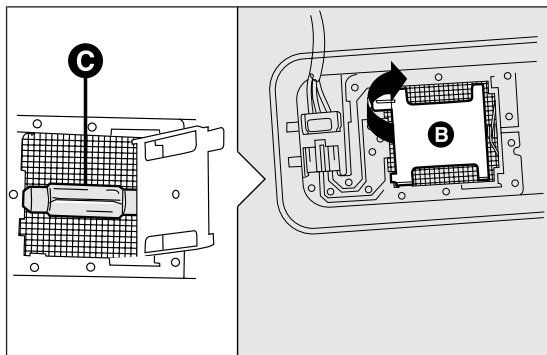

fig. 162
- abrir la tapa B fig. 162 como se indica;
- sustituir la lámpara C fig. 162 soltándola de los contactos laterales, colocar la nueva lámpara y asegurarse de que quede correctamente fijada entre estos;